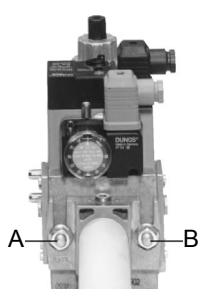
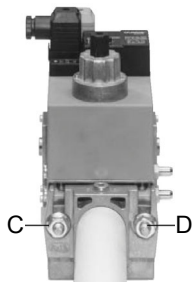
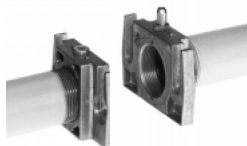

Рис. 2
Рис. 3
Рис. 4
3. Затянуть винты A, B, C и D (Рис. 2 - Рис. 3), соблюдая дистанции монтажа (Рис. 4);
ВНИМАНИЕ: после монтажа газовой ramпы согласно схеме на Рис. 2, необходимо провести тестирование на герметичность газового контура, согласно требований действующих нормативов.